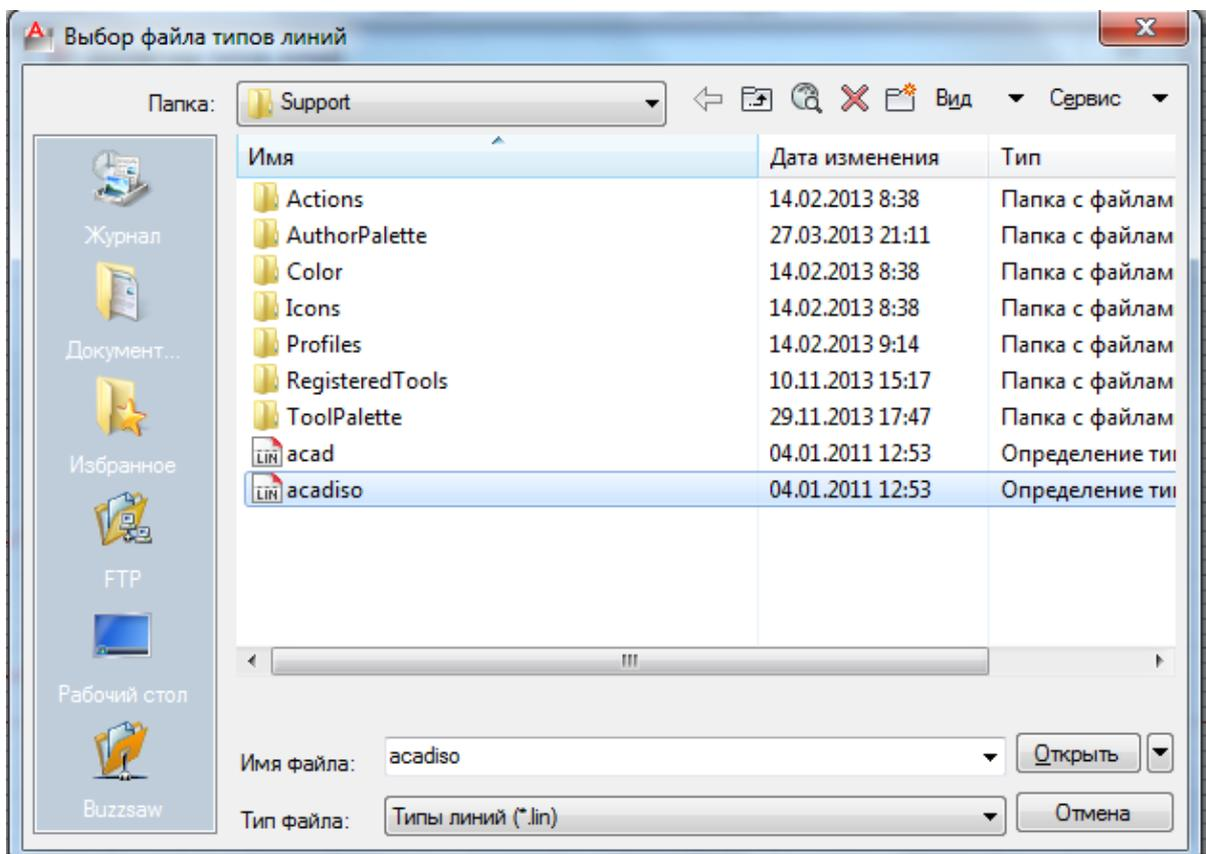
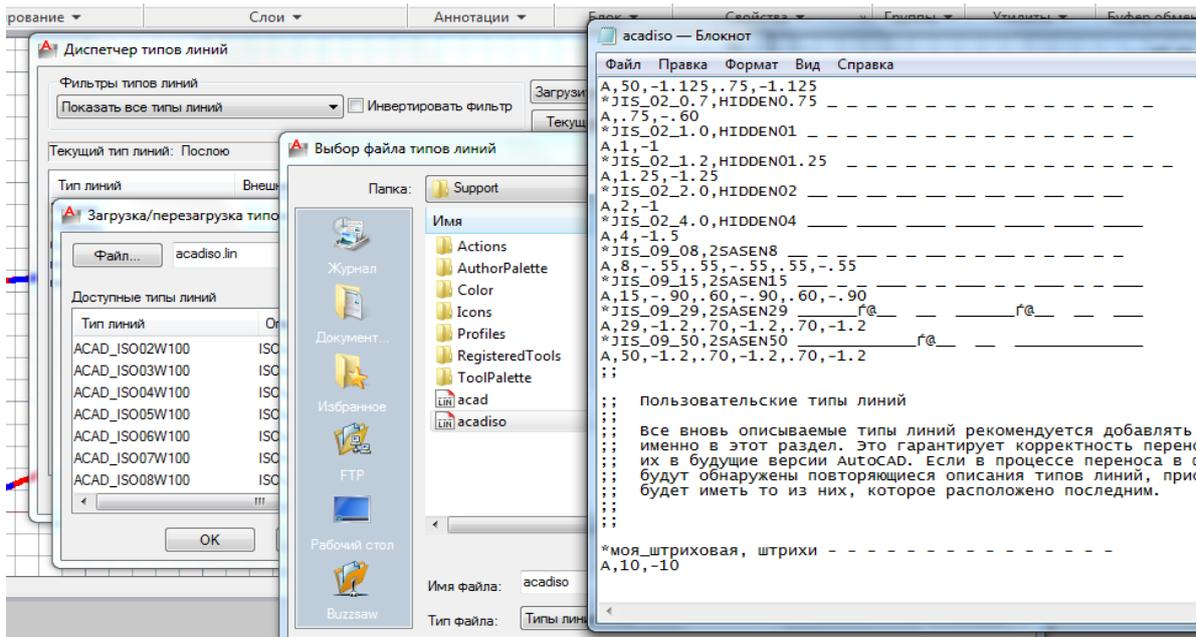
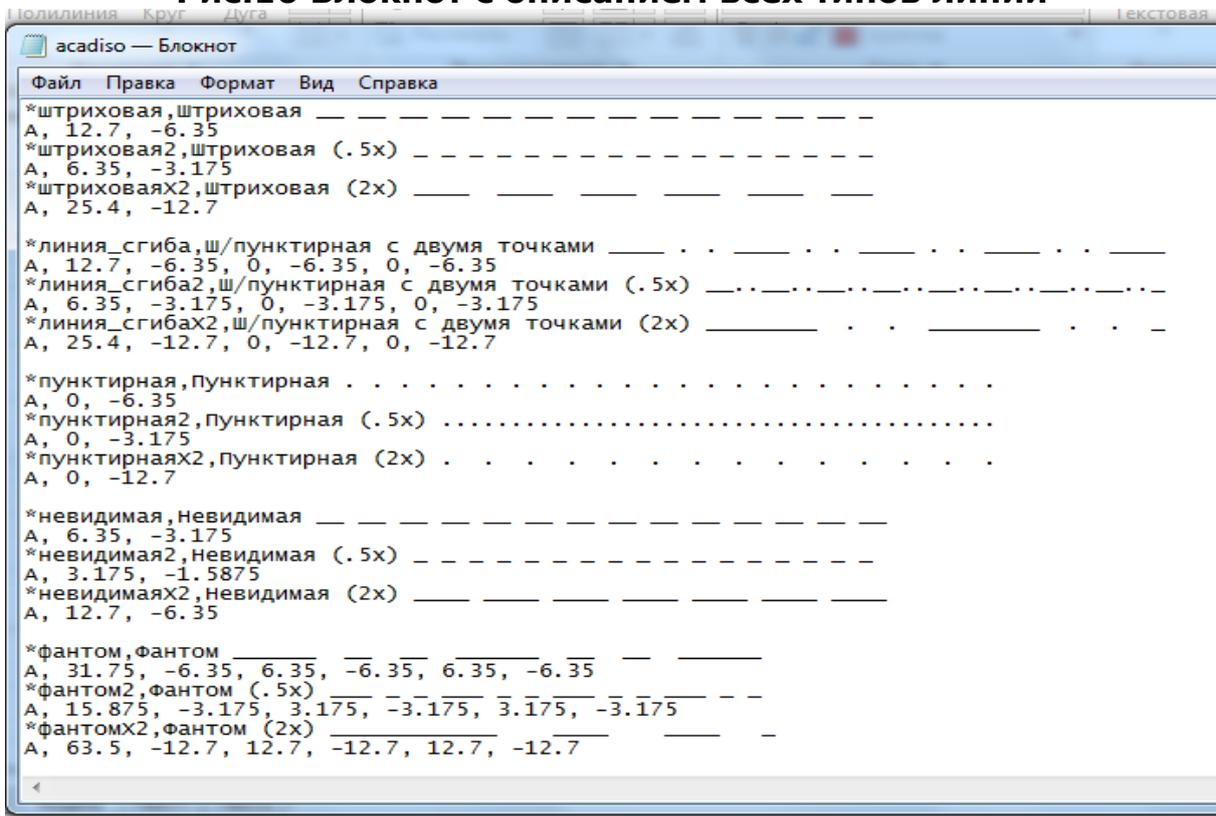

Рис.9. Выбор файла типов линий
Рис.10 Блокнот с описанием всех типов линий
Рис.11. Открывается блокнот с описанием всех типов линий
Для того, чтобы создать свой тип линии, его надо описать. На вкладке Главная- Свойства- Другое, Загрузить – Файл (Рис.9). Выбрать команду Файл, на вкладке Выбор файла типов, выбрать acadiso, правой кнопкой мыши – Открыть. Открывается блокнот с описанием всех типов линий (Рис.10, Рис.11).
- 6.35, -3.175 - элементы типа линии, перечисляемые через запятую. Если элемент - штрих, то указывается длина штриха, как положительное число. Если элемент - пробел, то указывается длина пробела, как отрицательное число со знаком «минус». Если элемент - точка, то указывается 0. Рис.11.